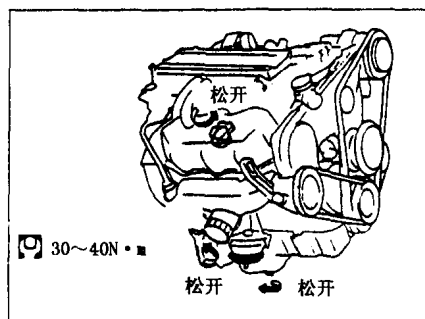

图 1-19
(1) 预热发动机，检查发动机部件是否漏油。
(2) 卸下放泄塞和注油盖，见图 1-19。